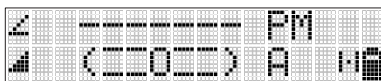

Abb. 18 PlaneMatch Laser Display
- 7.) Der Laser beginnt mit der Suche nach dem Empfänger. dem Display der Fernbedienung blinkt "PM" und auf dem Display des HL760 / CR700 blinkt "-GM-" (siehe Abb. 18 und 19), während der Laser nach dem Empfänger sucht und den Strahl auf die On-Grade-Position einstellt. Wenn der PlaneMatch abgeschlossen ist, zeigt der HL760 / CR700 kehrt zur Standard-Höhenanzeige zurück. Auf der Fernbedienung wird der endgültige Status des Lasers angezeigt, der sich nun im einachsigen Neigungsmodus für die Y-Achse befindet. Der Laser zeigt seinen Status durch gleichzeitiges Blinken der roten und grünen LEDs an (einmal pro Sekunde). Die Y-Achse befindet sich im manuellen Modus und die X-Achse im automatischen Modus.